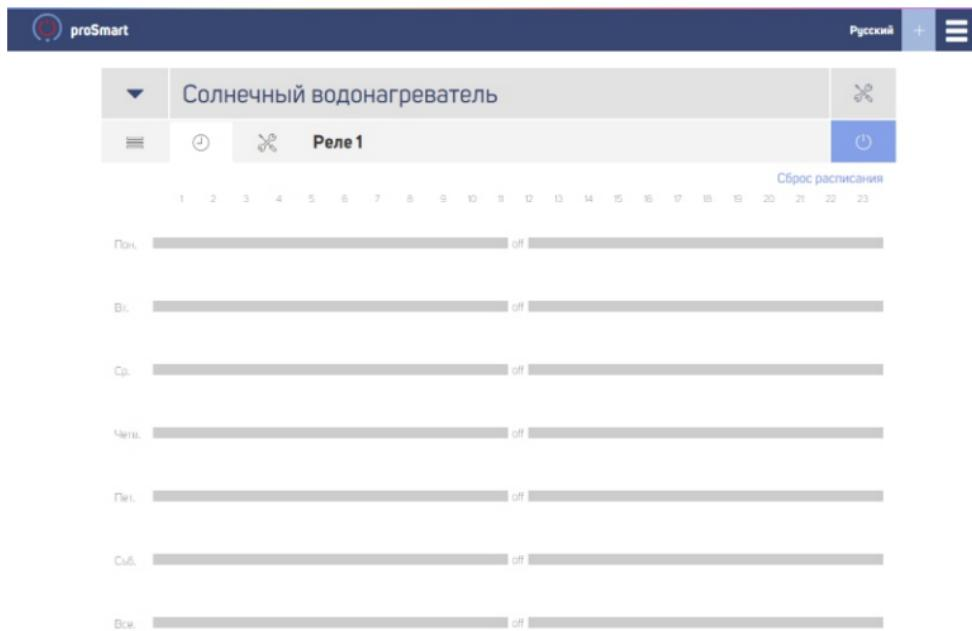

Рис. 15
7.3 На странице График можно настроить автоматизированное недельным графиком управление прибором, подключенным к **BBoil RF**. Уже заданный график повторяется каждую неделю и нет необходимости репродуцировать его. (**Рис. 15**)